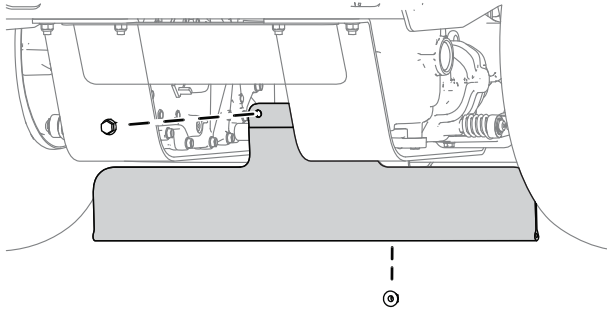

Figura 5
3. Instale o resguardo utilizando dois parafusos (5/16 x 3/4 pol.) e duas porcas (5/16 pol.), como se mostra na Figura 5. O resguardo não deve poder oscilar, nem para a frente, nem para trás.